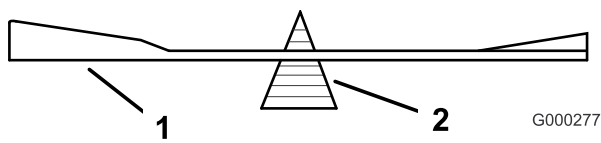

Figure 53
2. Vérifiez l'équilibre de la lame en la plaçant sur un équilibreur (Figure 53). Si la lame reste horizontale, elle est équilibrée et peut être utilisée. Si la lame est déséquilibrée, limez un peu l'extrémité de la partie relevée seulement (Figure 53). Répétez la procédure jusqu'à ce que la lame soit équilibrée.
Important: Pour obtenir une coupe correcte, la partie relevée de la lame doit être tournée vers le haut et dirigée vers l'intérieur du plateau de coupe (Figure 53).
1. Posez la lame, le renfort, la rondelle bombée et le boulon de lame sur l'axe (Figure 53).